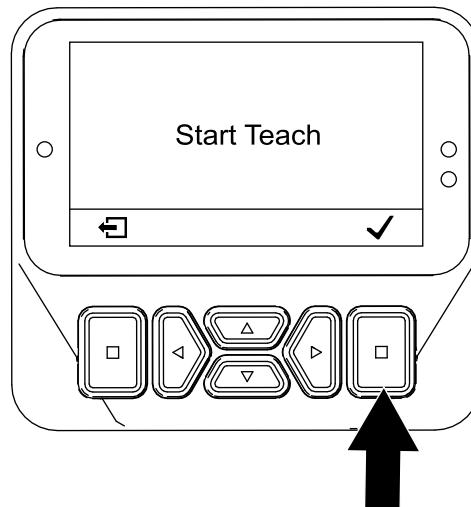

Bild 63
5. Drücken Sie auf dem Bildschirm OK DRÜCKEN, UM MIT DEM EINLERNEN ZU BEGINNEN (Bild 63) die Auswahltaste.